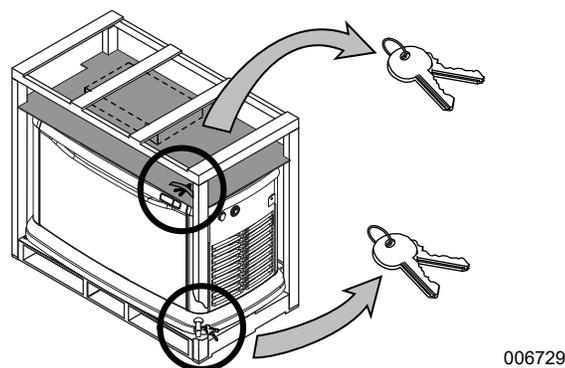

Figura 2-2. Llaves tal como se envían
3. Consulte la **Figura 2-2**. La tapa estará bloqueada. Un juego de llaves está adherido a la lámina de cartón en la parte superior de la unidad. En el soporte de la tarima hay un juego de llaves adicional en el extremo de entrada delantero de la unidad. Retire las llaves del cartón y del soporte de la tarima.